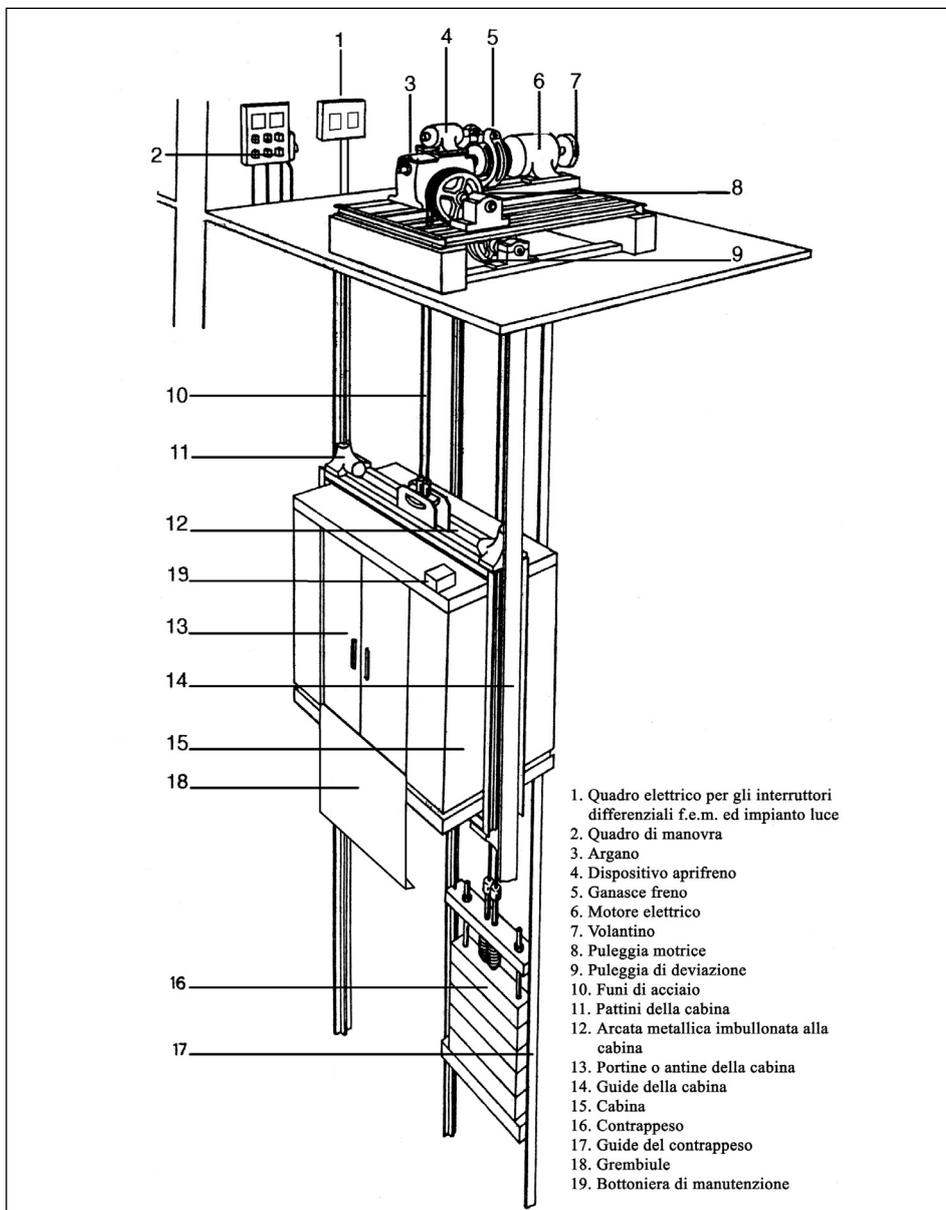

Fig. 1 - Ascensore tradizionale con argano posto in alto
- Ascensore **Elettrico** ovvero quello tradizionale che ha un argano e le funi di sollevamento ed un locale argano (vedi figure 1, 2 3);
Le bottoniere dei piani, della cabina e quella che si trova sul tetto della cabina (che la possono usare solo i manutentori ed è, appunto, chiamata di manutenzione, vedi fig. 1 num. 19) quando si preme un pulsante trasmettono, attraverso un apposito circuito elettrico, definito di manovra, un comando al quadro di manovra (vedi il n° 2 della figura 1). Il quadro di manovra, ricevuto il comando lo elabora, ed aziona quanto sia necessario al funzionamento dell'ascensore. Le linee elettriche del circuito di manovra si trovano all'interno del vano corsa della cabina e sono fisse e mobili. Quelle fisse sono “fissate” al muro interno del vano, e ricevono i comandi della pulsantiera dei piani, quelle mobili si muovono con la cabina ed ovviamente trasmettono i comandi inviati dalla bottoniera di cabina e di manutenzione al quadro di manovra e ricevono quelli elaborati da questo ultimo, ad esempio, per l'apertura o chiusura porte negli ascensori automatici.